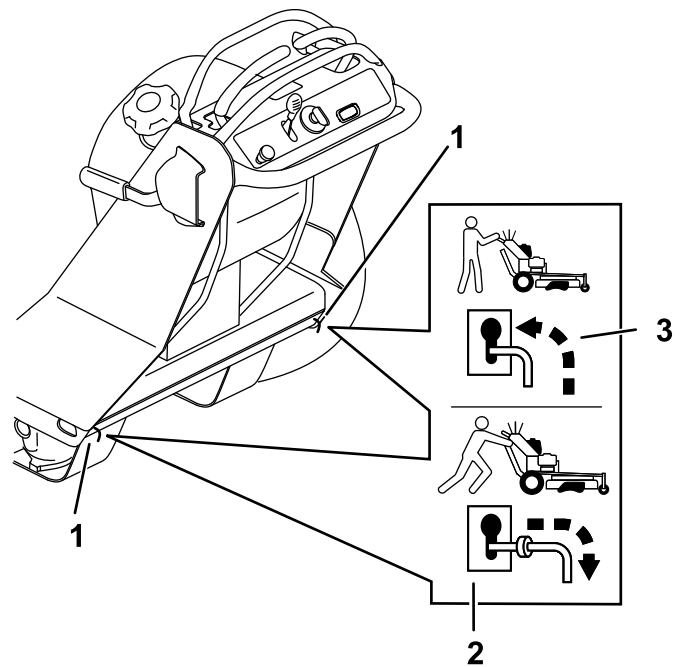

Figura 21
4. Spostate le leve di esclusione indietro attraverso il foro a chiave e in basso per bloccarle in sede (Figura 21).
Spostate le leve di esclusione in avanti attraverso il foro a chiave e in basso per bloccarle in sede come mostrato nella (Figura 21).